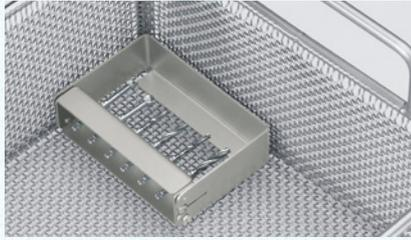

Fig. 1 Colocación del fresero en la máquina de limpieza/desinfección
3. Colocar el fresero en la máquina de limpieza/desinfección de manera tal que el chorro pulverizado toque directamente el instrumental (fig. 1).